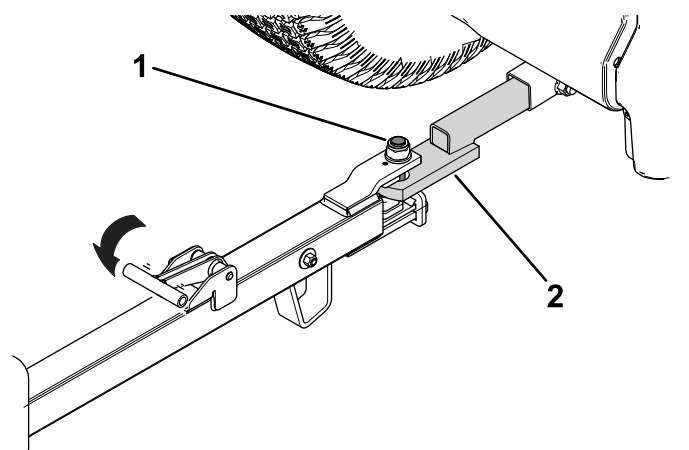

Figura 27
2. Alinee el pasador de la barra con el enganche del vehículo de remolque (Figura 27).
3. Libere la palanca de la barra (Figura 27) para fijar el remolque al enganche del vehículo de remolque.